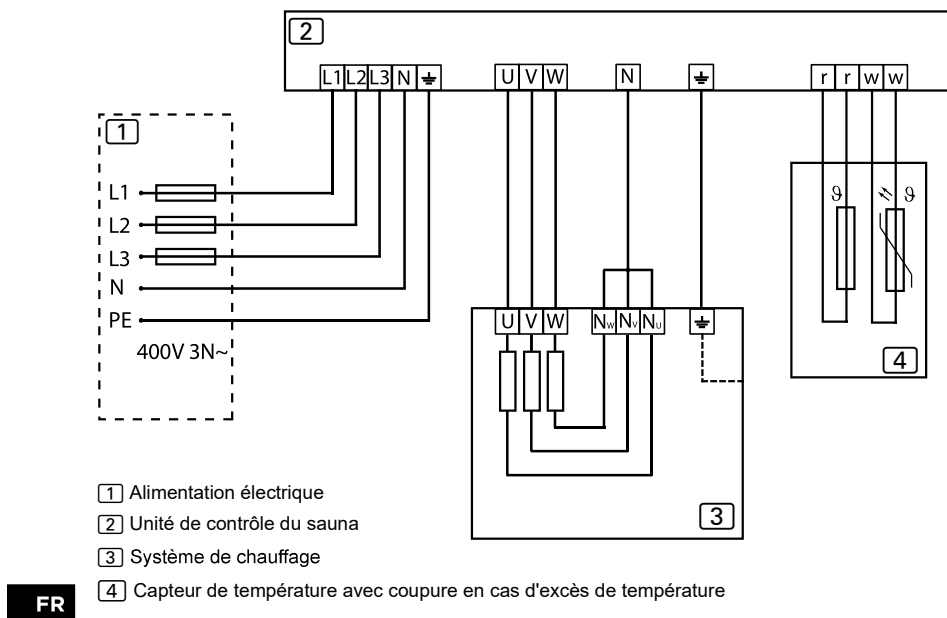

Figure 9. Schéma de câblage 400V 3N~
- **Ventilation mécanique :** la bouche de ventilation doit être installée dans la partie supérieure du sauna de façon à ne pas gêner le fonctionnement du capteur de température. (Figure 9. Distance minimale entre la bouche d'air et le capteur)